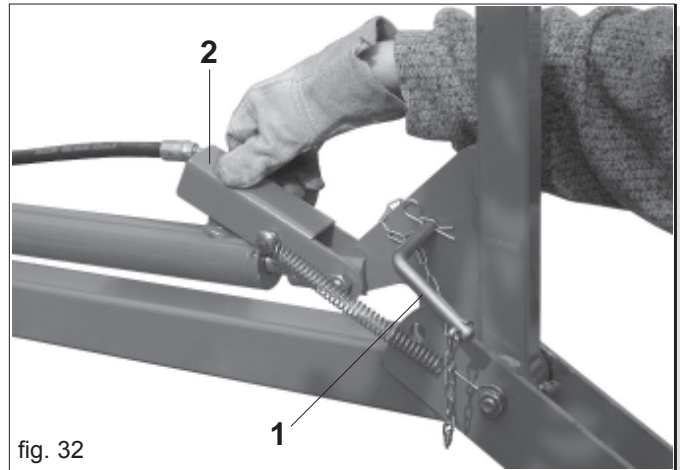

fig. 32
- 2) Sganciare i chiavistelli di sicurezza sistemandoli nell'apposita sede (1 Fig. 32) ed abbassare lungo il cilindro la staffa di fermo (2 Fig. 32).